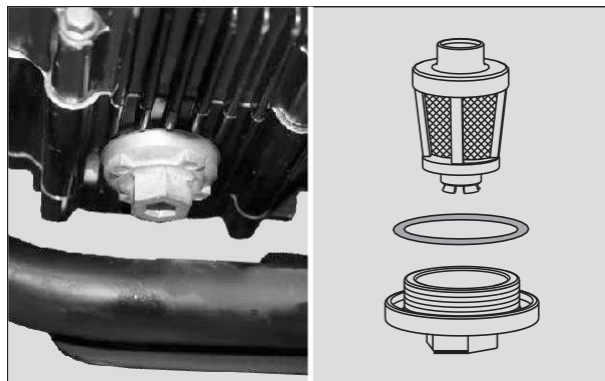

Fig.4.33
- El tamiz de aceite está ubicado en el tapón de drenado que se encuentra en la parte de debajo del cárter derecho. (Fig. 4.33)